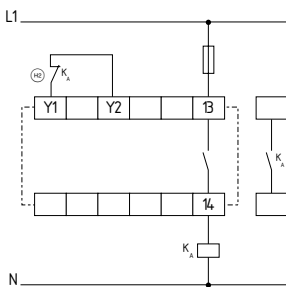

Abb. 7
**Einkanalige Ansteuerung (siehe Abb. 7)**